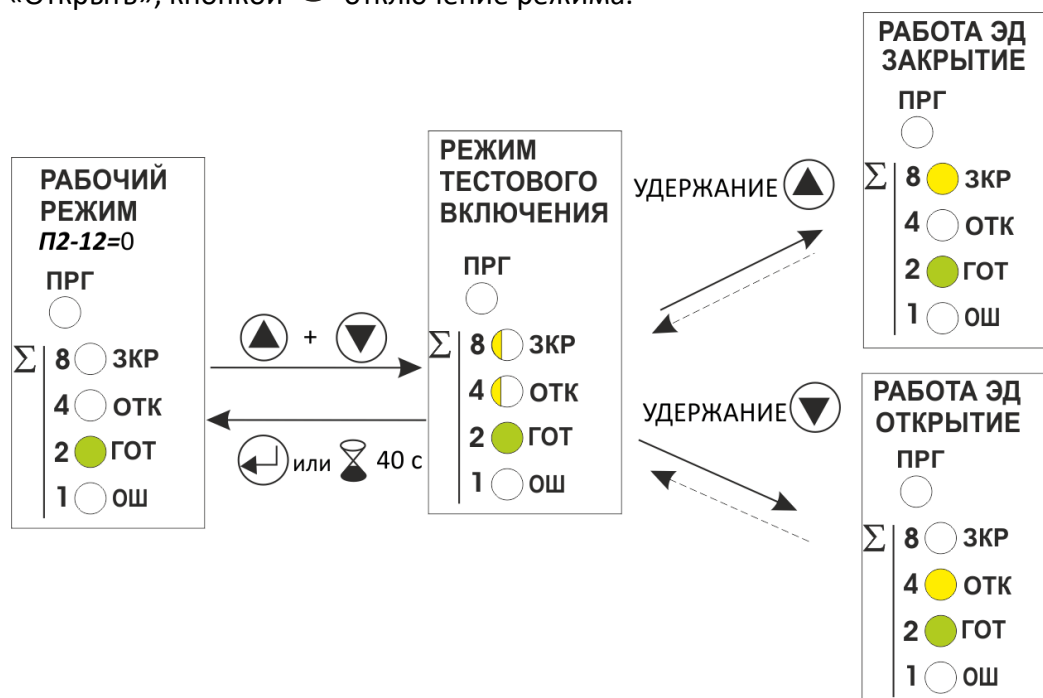

Рисунок 11 - Схема работы режима тестового включения (уставка **П2-12=0**)
1.12.2 Режим тестового включения доступен для включения при значении уставки **П2-12=0** (заводская настройка) и может быть включен по одновременному нажатию кнопок  и  (рис. 11). После этого нажатием  или  осуществляется включение электродвигателя в направлении «Закрыть» или «Открыть», кнопкой  отключение режима.